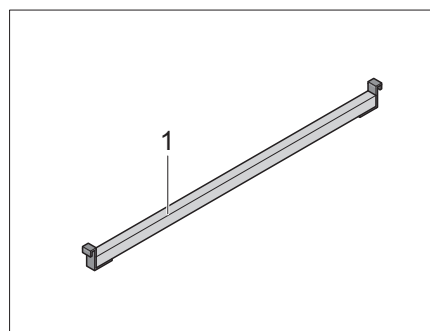
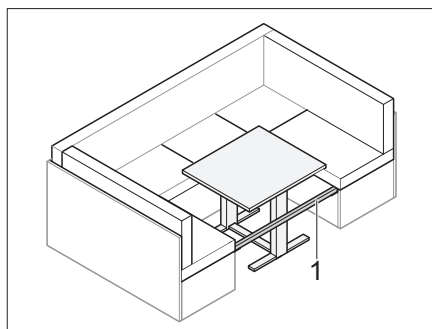

Fig. 68 Listello supplementare
Fig. 69 Listello inserito
- Inserire il listello aggiuntivo (Fig. 68,1) tra i sedili (Fig. 69).